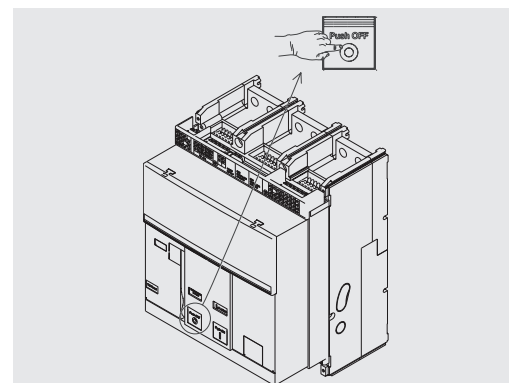

Figure 43
6. Fermeture - Appuyer sur le bouton d'ouverture "O - Push OFF" comme indiqué dans la Figure 43.